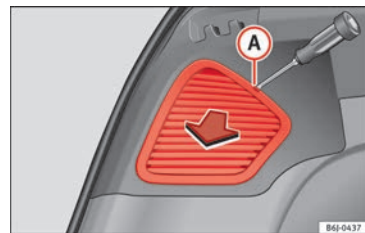

Fig. 198 Luces en el lateral.
- Retire dicha tapa con ayuda de un destornillador de punta plana colocado en la ranura indicada **(A)** » **fig. 198.**